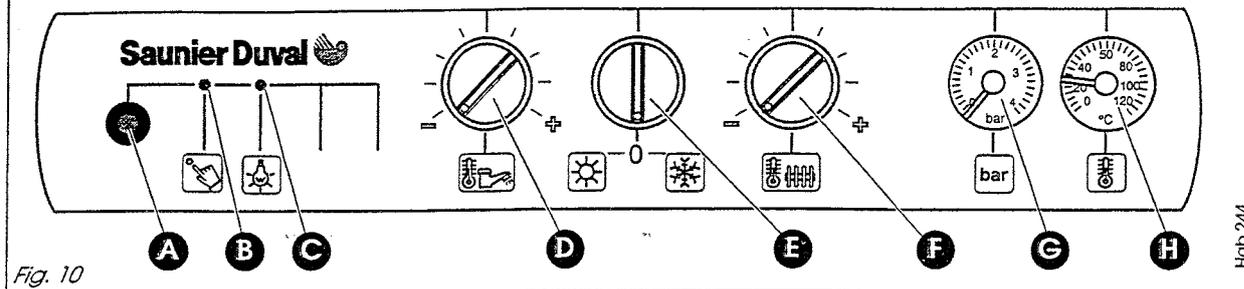

Fig. 10
- Mettre le sélecteur **E fig. 10** sur **0**
- Appuyer sur le bouton de réarmement **A fig. 10**
- Positionner le sélecteur **E fig. 10** sur  ou